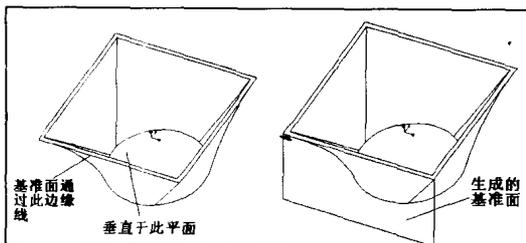

图1-3 【Normal】方式生成基准面
- **【Normal】**: 利用此种方式可以生成一个垂直于特征表面或一条直线的基准面。**【Normal】**通常和**【Through】**等方式结合使用, 使生成的垂直基准面通过某一条边, 如图1-3所示。